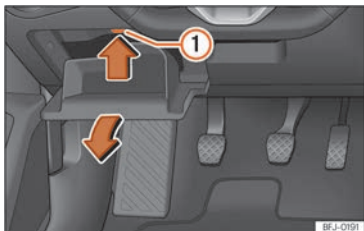

Fig. 49 Sur le combiné d'instruments côté conducteur (conduite à gauche) : cache du boîtier de fusibles.
- Ouvrez le porte-objets du côté conducteur » » fig. 49.
- Appuyez sur la languette de verrouillage » » fig. 49 ① vers le haut, dans le sens de la flèche, tout en continuant à ouvrir le vide-poches et retirez-le jusqu'à pouvoir accéder au porte-fusibles.